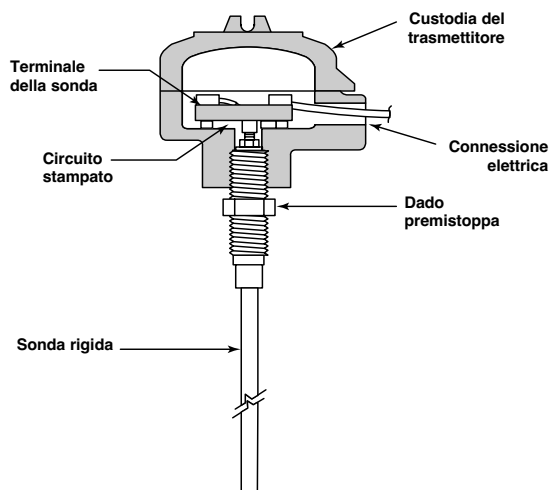

Figura 2
2. Avvitare bene, assicurandosi che la chiave inglese sia appoggiata **SOLO** al dado premistoppa. Vedere **Figura 2**.
4. Avvitare bene a mano la custodia sulla sonda. La custodia può essere stretta mediante chiave inglese per allineare la connessione elettrica alla conduttura. Vedere **Figura 2**.